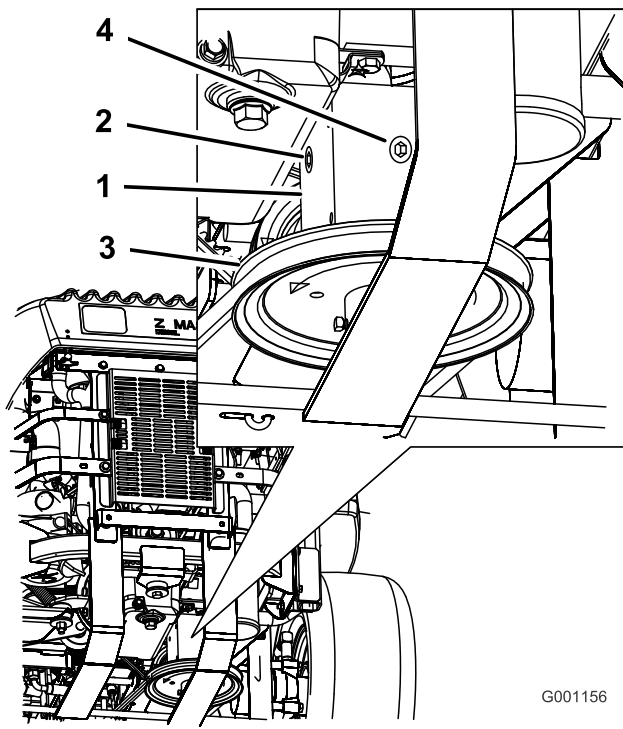

Figura 67
3. Retire el tapón lateral o trasero de la caja de engranajes (Figura 67).